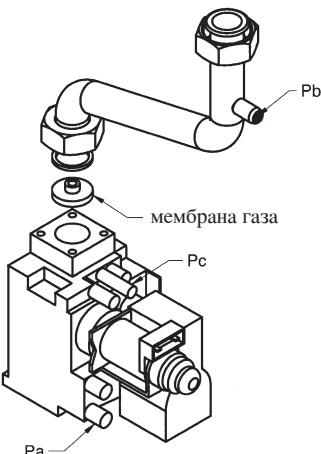

Рис. 10
- заменить газовую мембрану, находящуюся на газовом клапане (рисунок 10). Диаметр мембраны приведен в таблице 2.
- подключите положительный вход дифференциального манометра, предпочтительно жидкостного, к точке измерения давления ( $P_b$ ) газового клапана (Рисунок 10). Подключите, только для моделей с закрытой камерой, отрицательный вход этого же манометра к специальному тройнику "T", позволяющему соединить между собой компенсационную точку котла, компенсационную точку газового клапана ( $P_c$ ) и сам манометр. (Равнозначное измерение можно выполнить, соединив манометр с точкой давления ( $P_b$ ) и без передней панели герметичной камеры);
- проверить, что динамическое давление подачи котла, измеренное в точке давления ( $P_a$ ) газового клапана (Рисунок 10) правильное (37 мбар для пропана или 20 мбар для природного газа).
В том случае, если давление подачи метана слишком низкое (ниже 17 мбар), следует снять газовую мембрану, монтированную над газовым клапаном (рис. 10) и задать параметр F02=00 на электронной плате (§21).
- Отрегулировать винт "Рмакс/Рмин" (рисунок 10) до получения величины давления, указанной в Таблице 1.
Для настройки давления на максимальной мощности используйте регулировочный винт "Рmax" (рис. 10), поверните его по часовой стрелке для увеличения давления на горелке и против часовой для уменьшения.
Для настройки давления на минимальной мощности используйте регулировочный винт "Рmin" (рис. 10), поверните его против часовой стрелки для увеличения давления на горелке и по часовой для уменьшения.